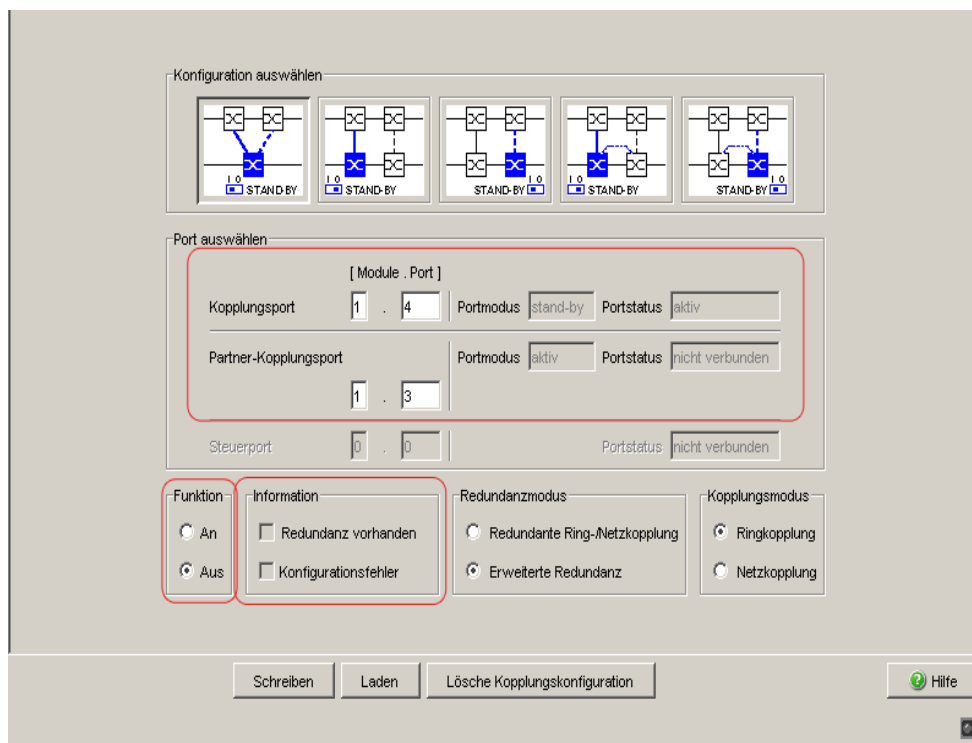

Abb. 10: Ein-Switch-Kopplung: Port auswählen und Funktion ein-/ausschalten
- ☐ Wählen Sie den Partner-Kopplungsport aus (siehe Abbildung 10). Mit „Partner-Kopplungsport“ legen Sie fest, an welchen Port Sie die Hauptleitung anschließen. Die Portzuordnung für die redundante Kopplung finden Sie in Tabelle 8.
- ☐ Wählen Sie den Kopplungsport aus (siehe Abbildung 10).
- ☐ Schalten Sie im Rahmen „Funktion“ die Funktion an (siehe Abbildung 10).